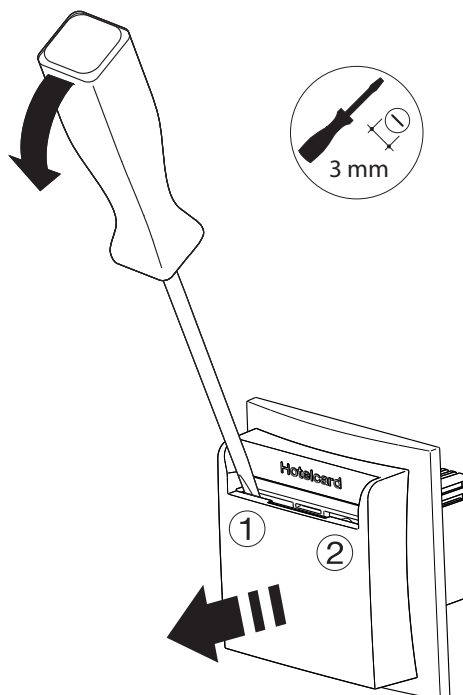

Figure 5
- Retirer l'enjoliveur. Dans ce but, introduire un tournevis plat dans l'ouverture du logement de l'Hotelcard (figure 5) et dégager l'enjoliveur en exerçant avec prudence un effet de levier répété à gauche ① et à droite, ② puis le retirer.
- Introduire le tournevis plat par l'évidement du logement de l'Hotelcard et régler la durée de post-fonctionnement en tournant le potentiomètre (7).